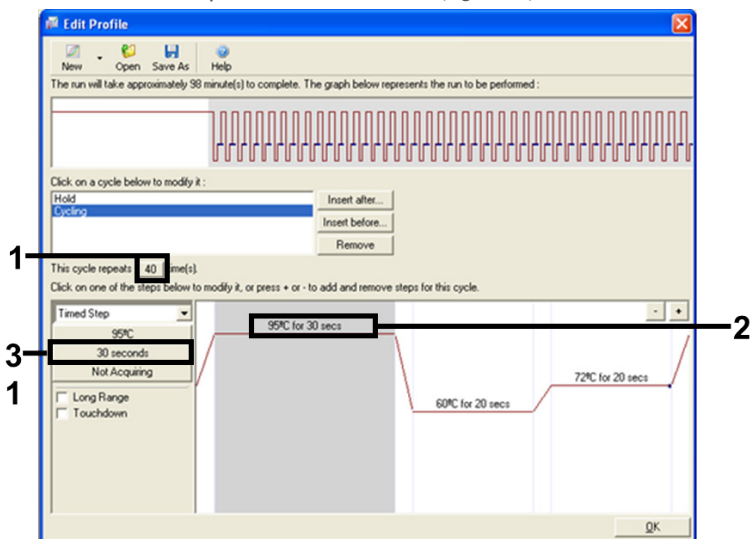

Figure 6. Étape de cycle à 95 °C.
8. Attribuer au nombre de répétitions de cycles une valeur de 40. Sélectionner la première étape et la définir sur 95 °C pendant 30 secondes (figure 6).